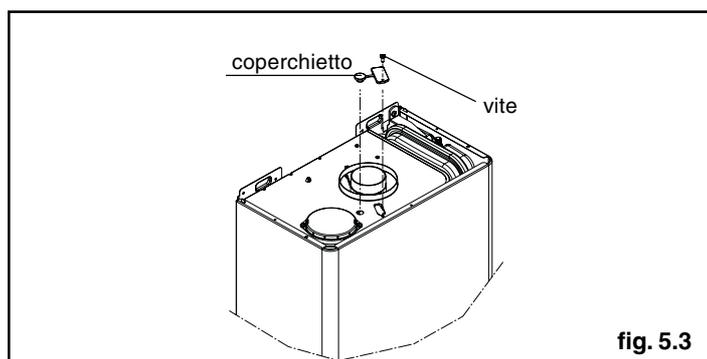

fig. 5.3
- rimuovere la vite del coperchietto presa analisi combustione (fig. 5.3) e inserire le sonde